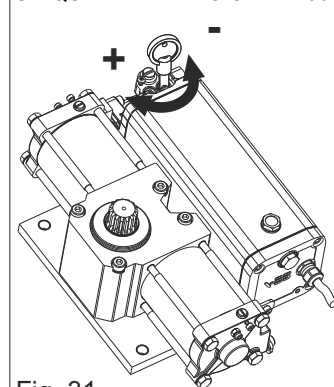

Fig. 31
- Agir sur les valves by-pass avec la clef spéciale fournie aux installateurs autorisés, dans le sens des aiguilles d'une montre pour augmenter la force, et dans le sens inverse pour la diminuer (Fig. 31). Le calibrage doit être exécuté avec le moteur en mouvement, il faut régler seulement la force et pas la vitesse du vantail.